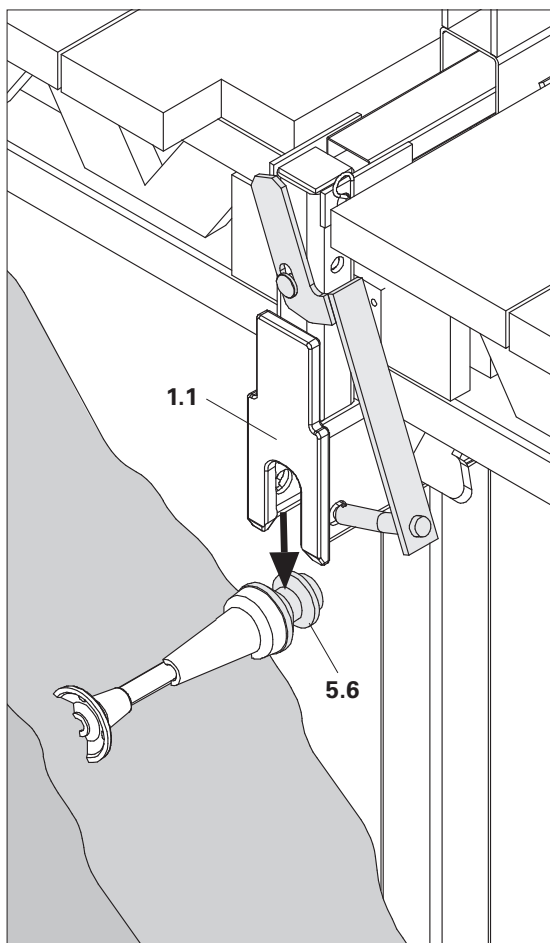

Fig. B1.22
8. Elevar a plataforma e inclinar sobre o anelho. (Fig. B1.22)